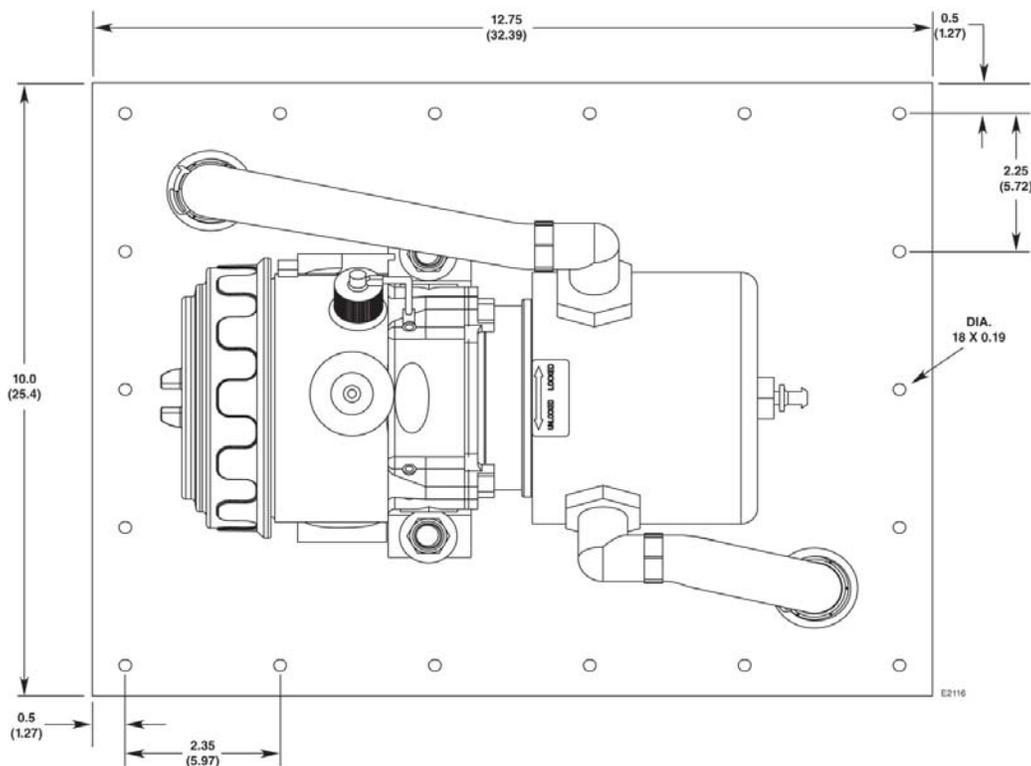

Рис. 1. Габаритные размеры монтажной пластины Q900 в дюймах (см).
Габаритные размеры сборки показаны на рис. 1 и 2.
Монтажная пластина монтируется непосредственно на плоской поверхности стенок воздуховодов. На пластине имеется 18 установочных отверстий и 2 резьбовых втулки для крепления трубок опробирования, см. рис. 1. Использование герметичных прокладок гарантируют отсутствие утечек воздуха из воздуховодов. Газоанализатор PIRECL крепится к пластине с помощью болтов из нержавеющей стали, поставляемых с набором.
2. Наметьте и просверлите крепёжные отверстия и отверстия для трубок опробования в стенке воздуховода. Руководствуйтесь рис. 1 и шаблоном 95-3538.